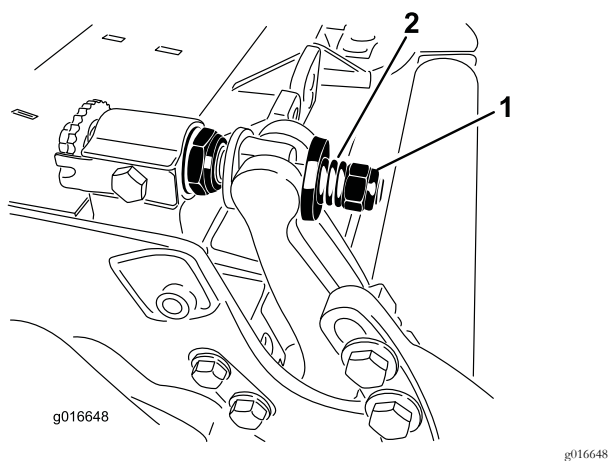

Figure 32
5. Serrez l'écrou de tension du ressort jusqu'à ce que les spires soient jointives, puis desserrez-le de 1/2 tour (Figure 32).
complètement comprimé, puis desserrez l'écrou de 1/2 tour (Figure 32).